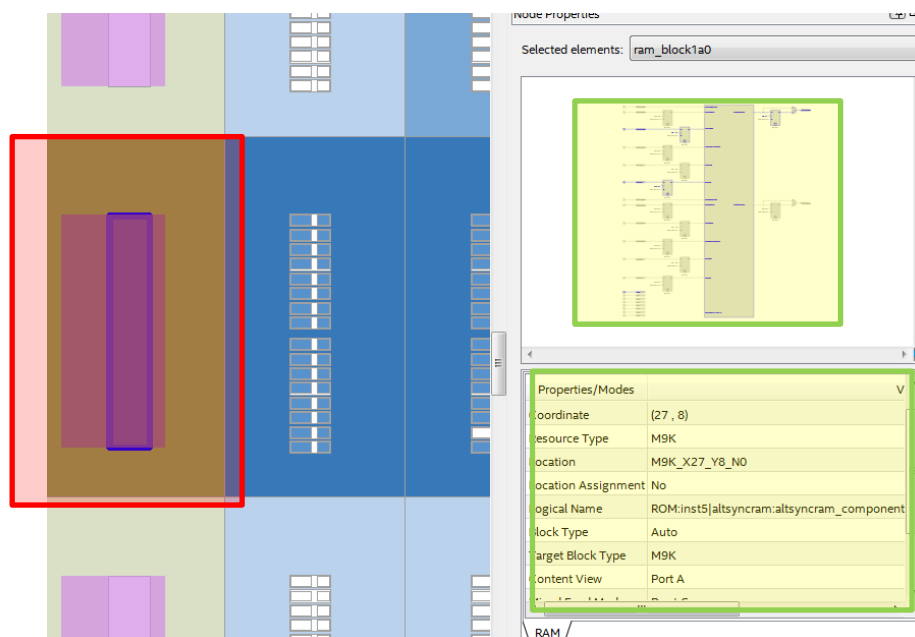

Рис. 68 Детальное отображение элемента M9K на символе кристалла ПЛИС
13.5. Выполните **View=>Fit in Window**. Выберите и просмотрите аналогично модуль памяти **M9K**. Сохраните результат просмотра для отчета (аналогично рис. 68).